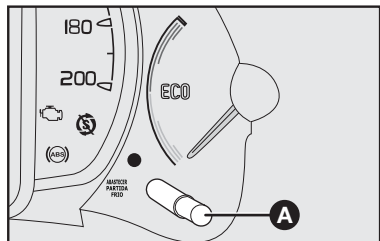

fig. 52
- Selecionar o hodômetro total através do botão **A**-fig. 52.